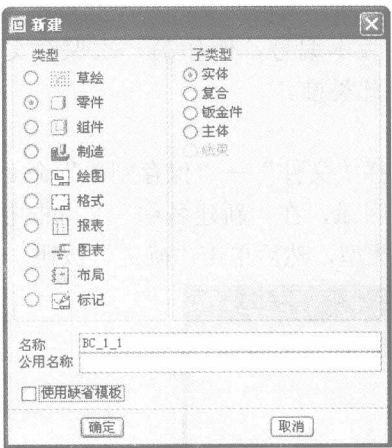
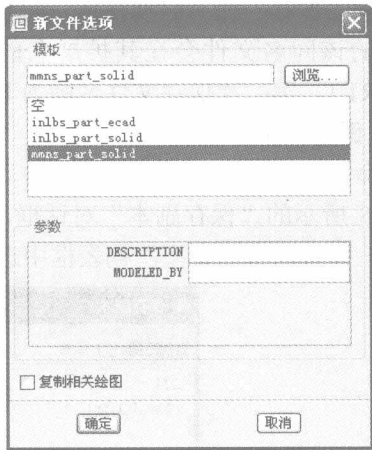

图 1-3 “新建”对话框
图 1-4 “新文件选项”对话框
(1) 在菜单栏的“文件”菜单中选择“新建”命令，或者在上工具箱中单击 （创建新对象）按钮，打开“新建”对话框。
(2) 在“新建”对话框的“类型”选项组中，选择“零件”单选项；在“子类型”选项组中选择“实体”单选项；在“名称”文本框中输入新文件名为“BC_1_1”，清除“使用缺省模板”复选项，如图 1-3 所示。
(3) 单击“新建”对话框的“确定”按钮，系统弹出“新文件选项”对话框。
(4) 在“新文件选项”对话框的“模板”选项组中选择“mmns_part_solid”，如图 1-4 所示。